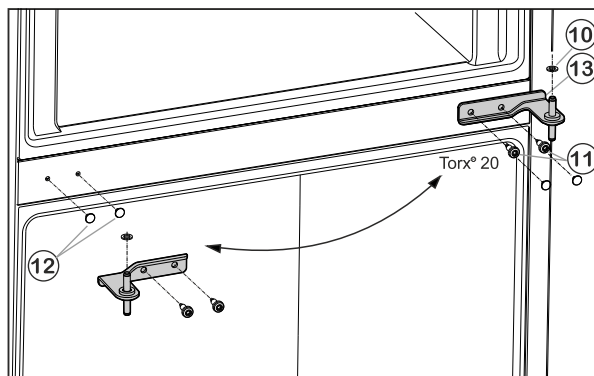

Fig. 6
- ▶ Ostrożnie zdjąć osłonki Fig. 6 (12) i zamontować na przeciwległej stronie.